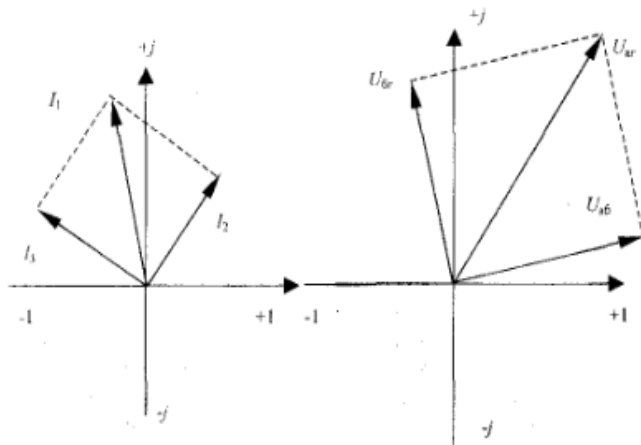

Рис. 20. Векторные диаграммы токов и напряжений
14. Построение векторных диаграмм токов и напряжений (рис. 20)